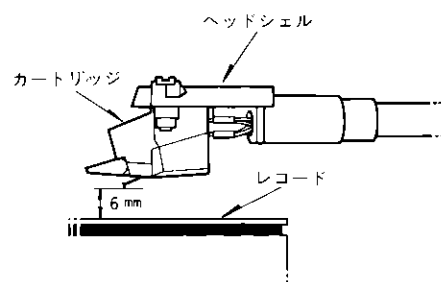

図7
2. キューイングスイッチを、UP にセットし、トーンアームをレコード盤上へ移動し、図7のように針先とレコード盤の距離が約6 mmになるようにアームリフター高さ調整ネジを調整してください。